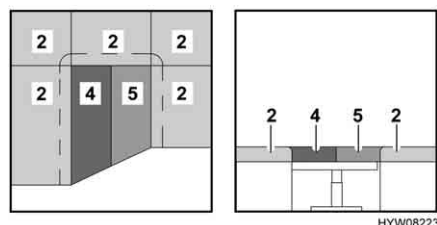

Fig. 75 Dopo la trasformazione
- Posizionare i cuscini aggiuntivi (Fig. 75,4 e 5) tra i cuscini del divano (Fig. 75,2) sul tavolo (Fig. 75,3).